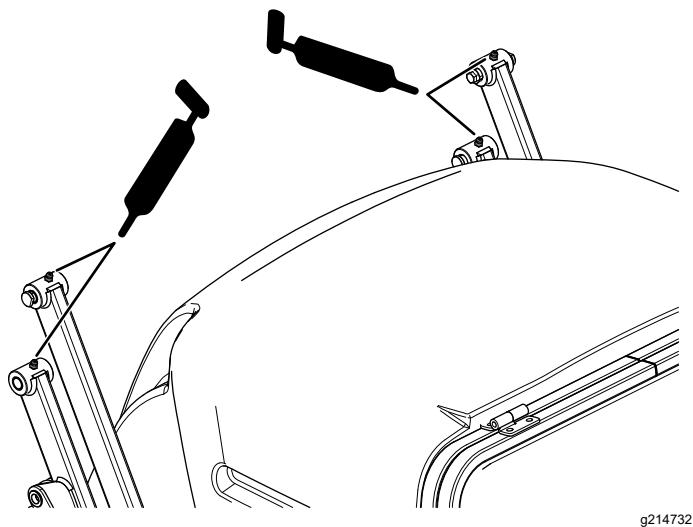

Рисунок 47
- Рычаги бункера – верхние (Рисунок 47).